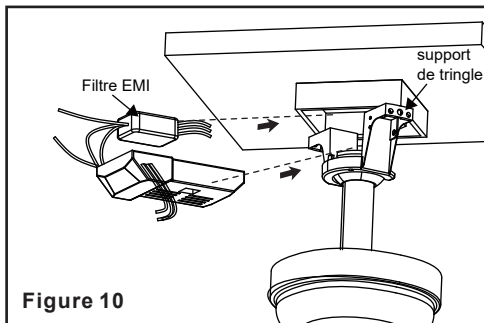

Figure 10
1. (Figure 10) Placer le filtre EMI dans le boîtier du plafond avant d'installer le récepteur dans le support. Insérez le récepteur dans le support de montage, côté plat du récepteur orienté vers le plafond.